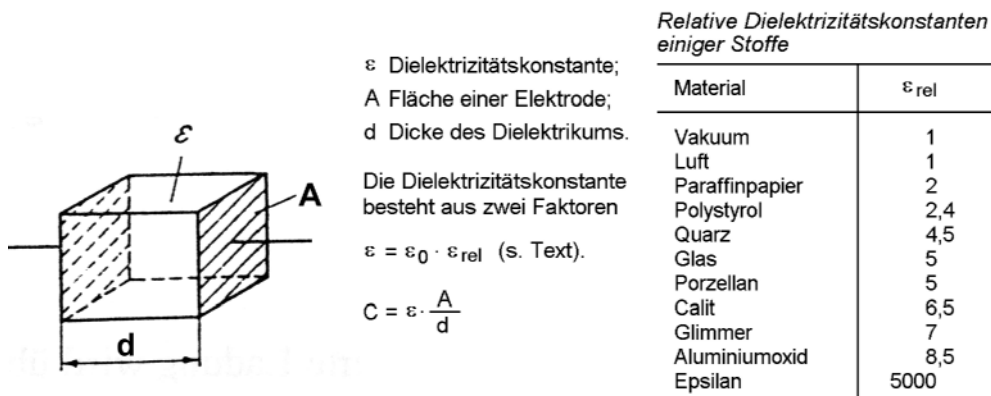

Abbildung 1.3.2 Die Kapazität eines Plattenkondensators
Abbildung 1.3.2 zeigt, wie man die Kapazität eines Plattenkondensators berechnet.
Die Dielektrizitätskonstante (DK) ϵ kennzeichnet die "Güte" des Dielektrikums. Die DK wird üblicherweise dimensionslos (als bloßer Zahlenwert) angegeben (relative Dielektrizitätskonstante, auch mit ϵ_{rel} bezeichnet). Das Vakuum hat definitionsgemäß eine DK = 1. Die DK der Luft entspricht näherungsweise der des Vakuums. Die DK weiterer Stoffe ist aus Abbildung 1.3.2 ersichtlich.